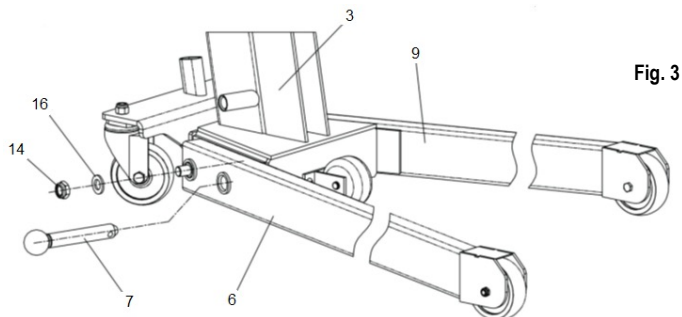

Fig. 3
- Montar as pernas dianteiras (6 e 9 – Fig. 3) na estrutura (3 – Fig. 3) conforme ilustrado na figura, fixá-las com a porca (14 – Fig. 3) e a gaxeta (16 – Fig. 3) e, enfim, inserir o parafuso com porca da perna dianteira (7 – Fig. 3).